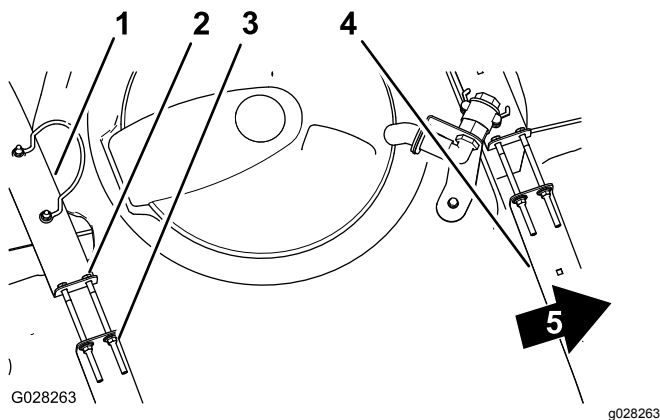

図 78
2. タンクとタンク固定ベルトとの間に、たるみがないか点検する 図 78。
3. ベルトにゆるみがある場合には、ベルトの上部にあるフランジロックナットとボルトを締めてベルトとタンクとが面一になるようにする 図 78。